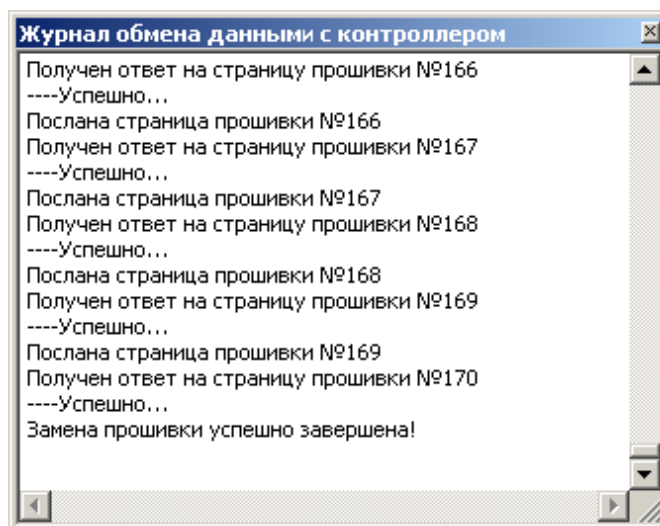

Рисунок 32
8. Появится окно журнала обмена данными с контроллером (Рисунок 32):